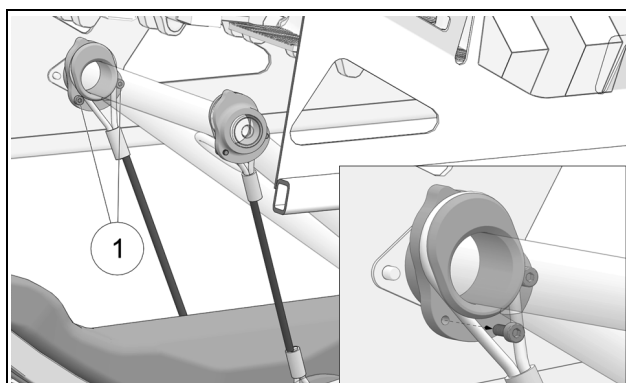

Figure 18
- À l'aide d'une clé Allen 3 mm, retirer un des deux boulons (1) de la came tendeur supérieure du câble. Figure 18.